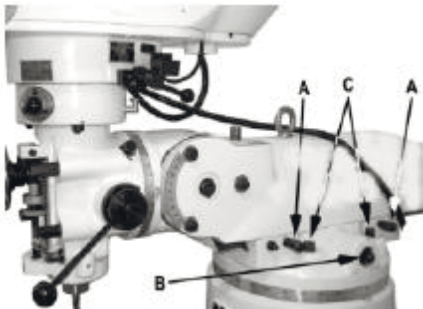

Рис. 22
1. Ослабьте два болта (А, рис. 22), крепящие ползун к его направляющим.
2. С помощью гаечного ключа на 14 мм поверните болт (В, рис. 22), чтобы переместить рычаг на его направляющих.
3. При достижении нужного положения надёжно затяните болты (А, рис. 22).
1. Ослабьте четыре запорных болта (С, рис. 22), крепящие ползун в верхней части основания.
3. Затяните четыре запорных болта ползуна (С, рис. 22).